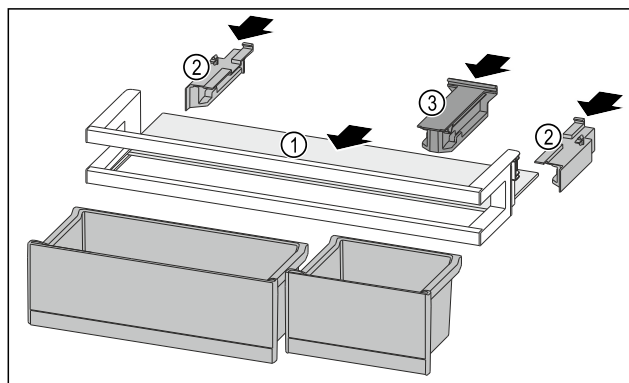

Fig. 261
- Odkládací plochu Fig. 261 (1) zasuňte do bočních vybrání.
- Boční díly Fig. 261 (2) vložte.
- Držák Fig. 261 (3) vložte.